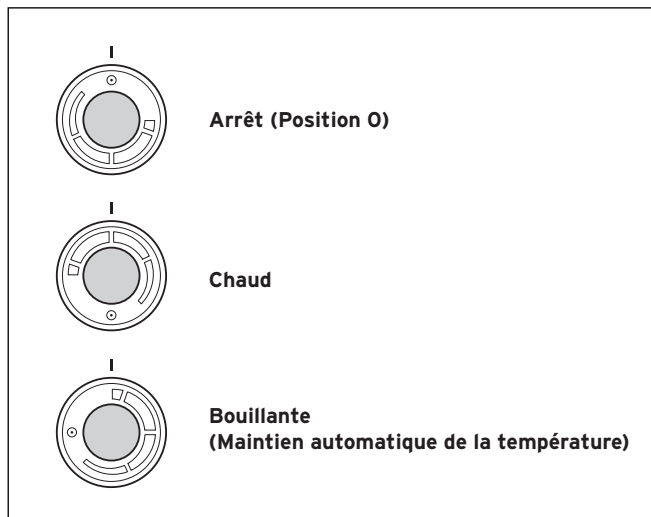

Fig. 3.2 Sélecteur de température
- Mettez le sélecteur de température en position « chaud » (voir page 4 Fig. 3.2) et mettez l'appareil en marche.